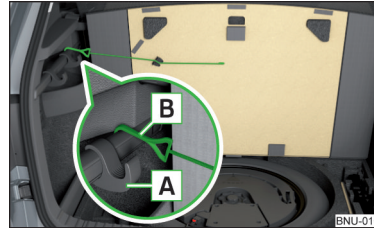

Abb. 142
- › Den vorderen Haken **A** über die Leiste so weit wie möglich nach vorn verschieben und bis zum Anschlag herunterklappen » Abb. 142.